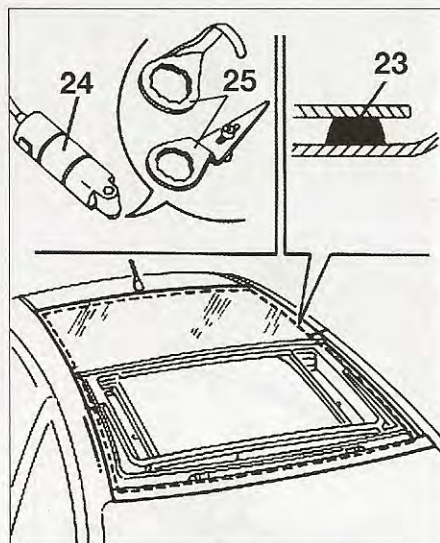

FIG. 63
- Cortar el cordón de masilla (23) en el contorno del techo deslizante por medio de los útiles (24) y cuchillas adaptadas (25) (fig. 63).